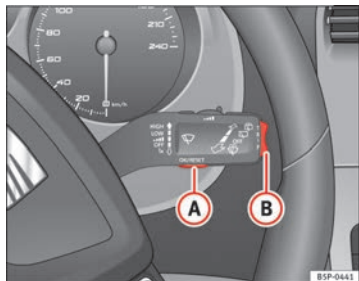
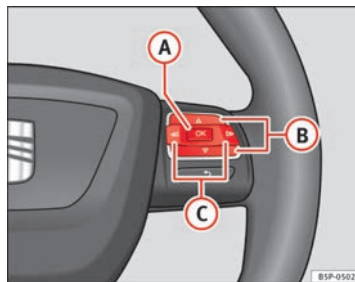

Abb. 45 Scheibenwischerhebel: Taste A zum Bestätigen von Menüpunkten und Wippe B zum Wechseln der Menüs
Abb. 46 Bedienelemente am Lenkrad: Taste A zum Bestätigen der Menüpunkte und Tasten B zum Wechseln der Menüs
- Zum Aufrufen des Menüs „Einstellungen“ drücken Sie die Taste **(C)** ⇒ **Abb. 46**, bis die entsprechende Anzeige am Display erfolgt. Nun befinden Sie sich in diesem Menü.
- Zum Umschalten zwischen den Speichern drücken Sie bei eingeschalteter Zündung kurz die Taste **[A]** ⇒ Abb. 45 ⇒ Seite 68 am Scheibenwischerhebel oder die Taste **[OK]** am Multifunktionslenkrad ⇒ Abb. 46 ⇒ Seite 68.
In der Multifunktionsanzeige können Sie durch Betätigen der Wippe **B** ⇒ **Abb. 45** ⇒ Seite 68 am Scheibenwischerhebel oder durch Drücken der Taste **Δ** bzw. **▽** ⇒ **Abb. 46** am Multifunktionslenkrad* die folgenden Daten abfragen.